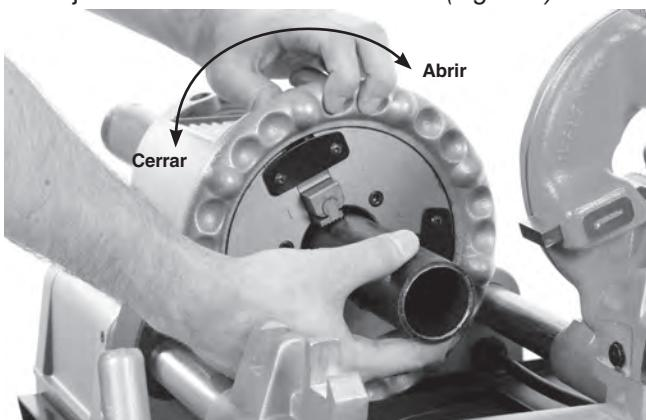

Figura 9 – Colocación del tubo en el mandril
5. Gire el volante del mandril delantero en el sentido contrario al de las manecillas de un reloj (mirando desde el frente de la máquina), para agarrar el tubo. Asegure que el tubo esté centrado en las mordazas. Gire el volante enérgicamente varias veces a la izquierda para fijar el tubo en el mandril delantero (*Figura 9*).